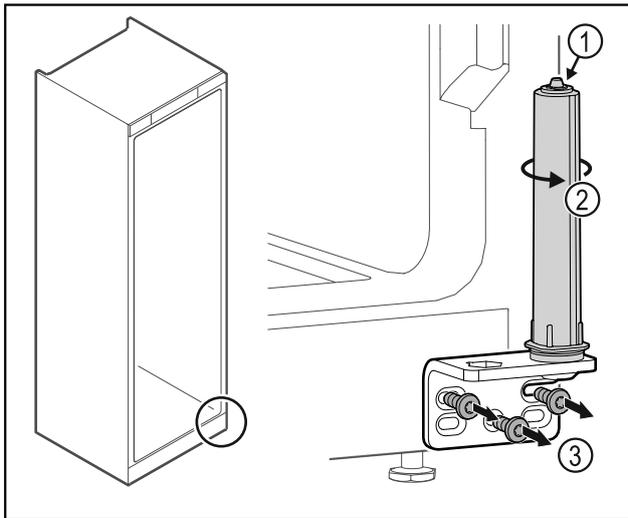

Fig. 45
- Türschließsystem Fig. 45 (1) nicht zerlegen.
- Schließsystem Fig. 45 (2) drehen, bis es klickt.
- Scharnierwinkel Fig. 45 (3) abschrauben.